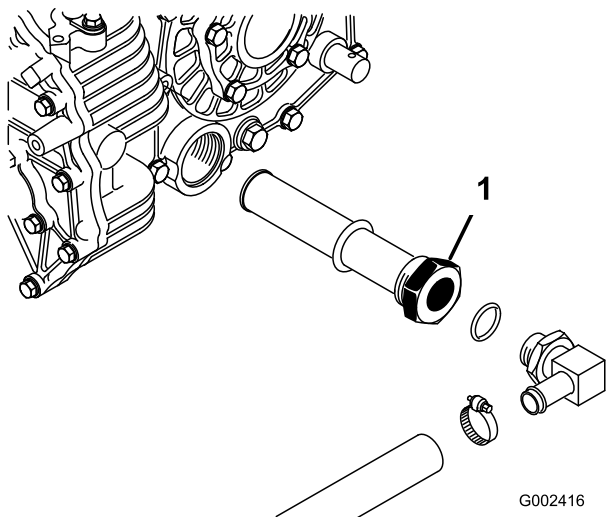

Figura 68
5. Annotatevi l'orientamento del flessibile idraulico e del raccordo a 90° collegati al filtro sul fianco del serbatoio (Figura 68).